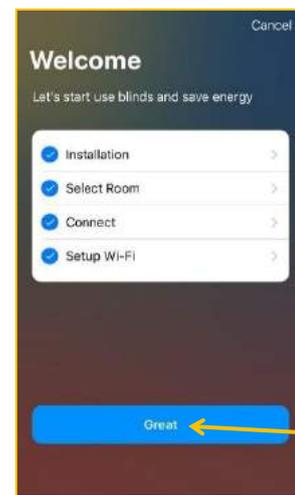

Abbildung 11
10.2.4.3 Nach der erfolgreichen Verbindung mit Wi-Fi erscheint das Tastensymbol **Great** am Bildschirm (Abb. 11). Bitte darauf tippen, um die vollwertige Bedienung der Jalousie zu beginnen.